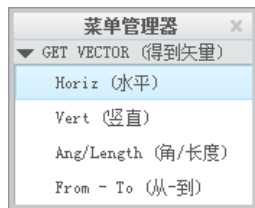

图 4.7.18 “得到矢量”菜单
(2) 平移并复制。平移并复制（）工具与平移工具的操作相似，不同点在于平移后，图元在指定移动方向上生成所需数量的图元。在此仅以水平移动为例介绍该操作的用法。
Step2. 在功能选项卡区域的 **草绘** 选项卡中选择 **编辑** ▾ ➡  **平移并复制** 命令，选取图 4.7.17a 所示的圆弧作为平移对象，单击鼠标中键，系统弹出图 4.7.18 所示的 **GET VECTOR (得到矢量)** 菜单。